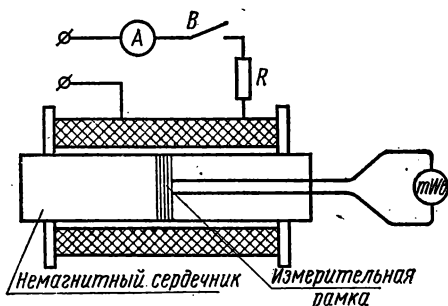

Рис. 2.37
1. Собрать цепь (рис. 2.37) и показать ее преподавателю для проверки.